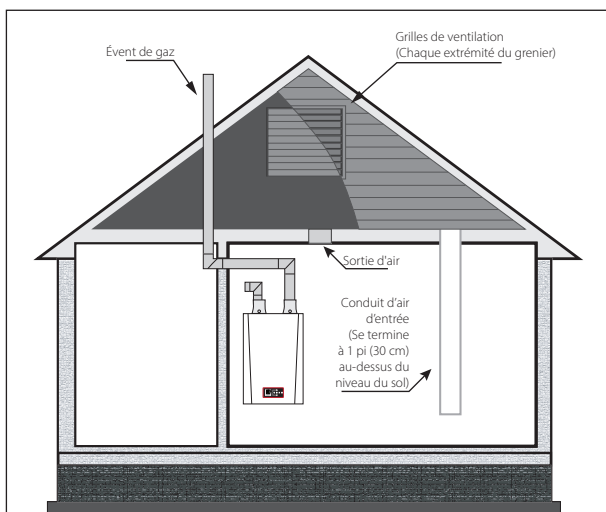

Fig. 3 - L'ensemble de l'air de combustion provient de l'extérieur et passe par le grenier ventilé
- Lorsqu'elles communiquent directement avec l'extérieur ou lorsque la communication avec l'extérieur s'effectue à travers de conduits verticaux, chaque ouverture doit avoir une superficie libre minimale de 1 po ca/4 000 BTU/h de puissance totale requise de tout l'équipement dans l'enceinte. *Voir la Fig. 3 ci-dessous.*